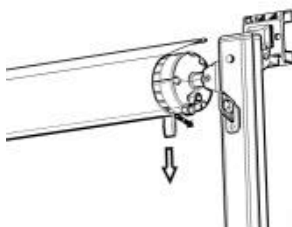

Figure E2
8. Lässt sich der Ratschenhebel nicht betätigen: Ziehen Sie beim Betätigen des Ratschenhebels vorsichtig am Rollrohrgurt und bewegen Sie gleichzeitig den Ratschenhebel. (Abbildung E2)